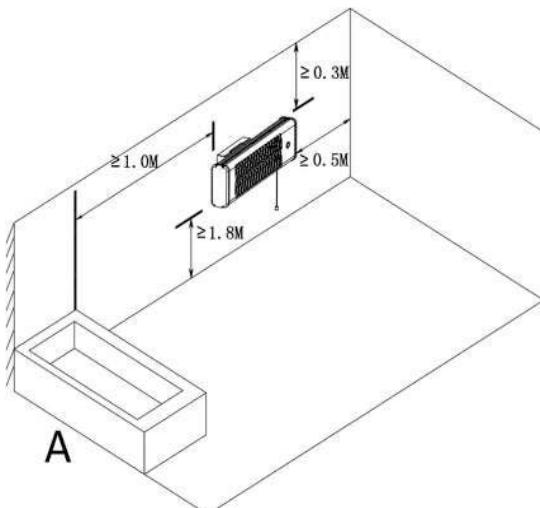
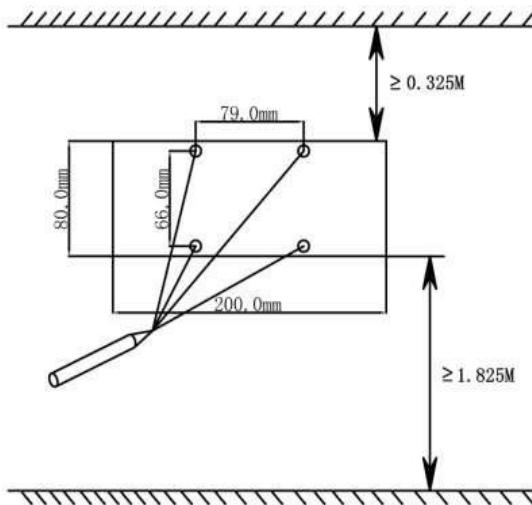

Bild 3
Bild 4
20. Håll säkerhetsavstånden enligt de europeiska standarder och nationella bestämmelser som anges i bild 3.
2. Kvartsrörret får endast installeras i ett horisontellt läge. installera inte i tak eller vertikalt. Vid installation, säkerställ det minsta avstånd som anges i bild 3. Värmeelementet måste monteras minst 1 800 mm ovanför golvet, 300 mm under taket och 500 mm från sidovägg(ar).
3. Hitta ett lämpligt läge som inte blockerar åtkomsten till sladdströmställaren och brytaren, respektera alltid säkerhetsavstånden som anges i bild 3. Markera hålen på väggen där värmeelementet ska monteras. Ta mätten i bild 4 som referens. Markera ett kors i mitten av hålet för exakt borrning (se bild 4).